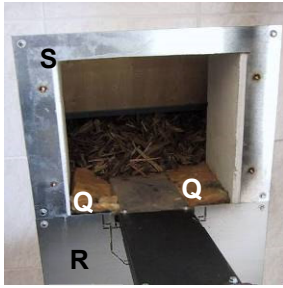

Fig: 7
- Remplir le bas de la vis d'extraction avec de la laine de roche (Q) Fig.7.
- Monter les plaques de recouvrement (R) à l'intérieur et à l'extérieur Fig.7.
- La partie supérieure de l'habillage (S) doit être d'un seul tenant dans la présentation du mur, avec les plaques de recouvrement Fig.7.